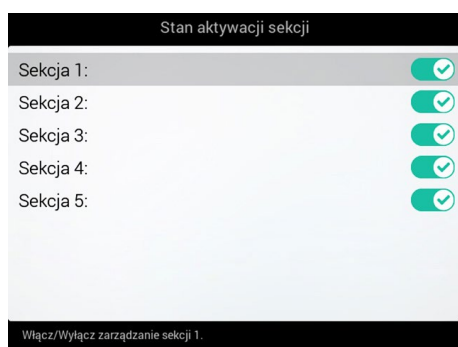

Fig. 63
- Powtórzyć programowanie dla każdej sekcji (Fig. 63), wyłączając wyjścia nie podłączone.